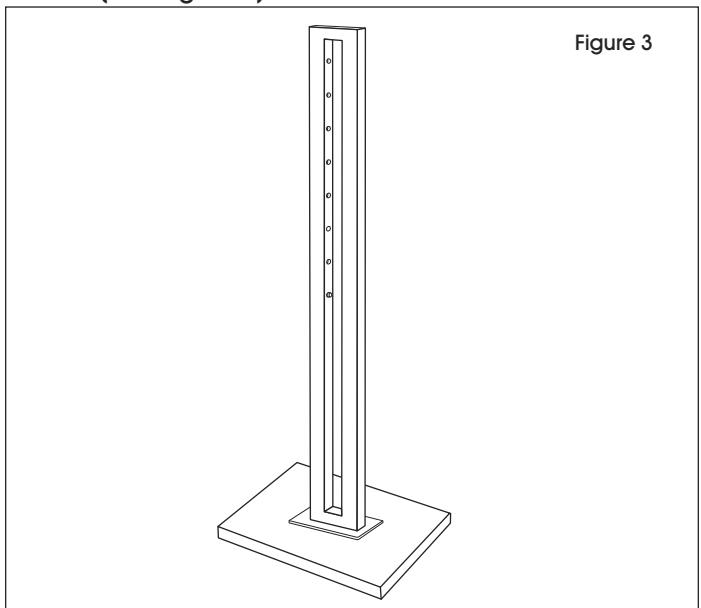

Figure 3
3. Placez les pièces assemblées en position verticale de façon à ce que la plaque de la base repose au sol. (Voir Figure 3)